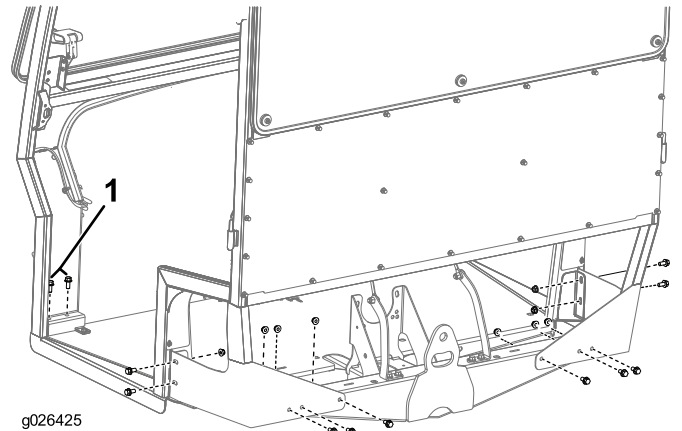

图6
- 如 图6 所示使用 10 个螺栓 3/8 x 3/4 英寸、10 个螺母 3/8 英寸和 4 个螺栓 3/8 x 7/8 英寸将机架固定到机器上。